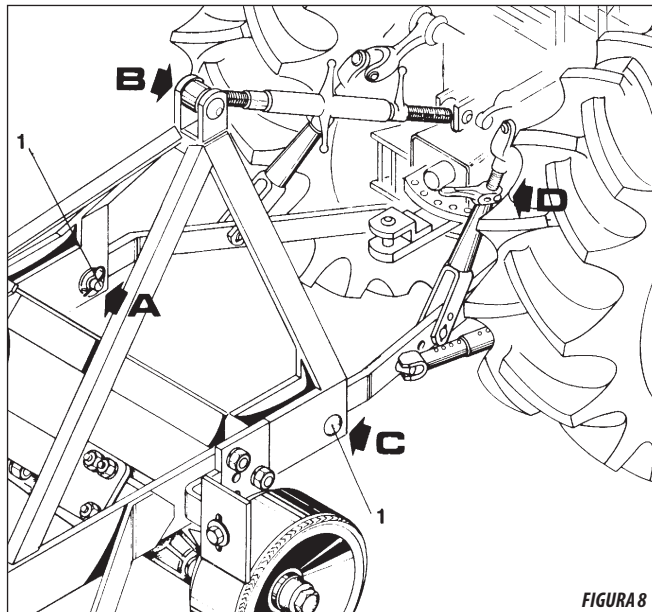

FIGURA 8
04 - Engatar o braço inferior esquerdo do trator com pino de engate item 1 figura 8, no suporte "A" do subsolador.
06 - Finalmente com o auxílio da alavanca reguladora de altura "D" engatar o braço inferior direito do trator no suporte "C" do subsolador conforme figura 8. Virar o suporte de apoio e contrapiná-lo.